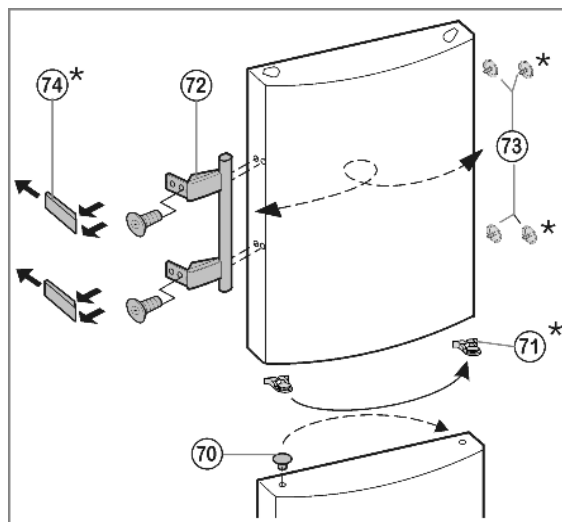

Fig. 10
- ▶ **Op de onderste deur:** Til de stop *Fig. 10 (70)* uit de deurlagerbus en plaats hem om.
- ▶ **Op beide deuren:** Demonteer deurgreep *Fig. 10 (72)*, stop *Fig. 10 (73)* en drukplaten* *Fig. 10 (74)* en monteer ze aan de tegenoverliggende kant.